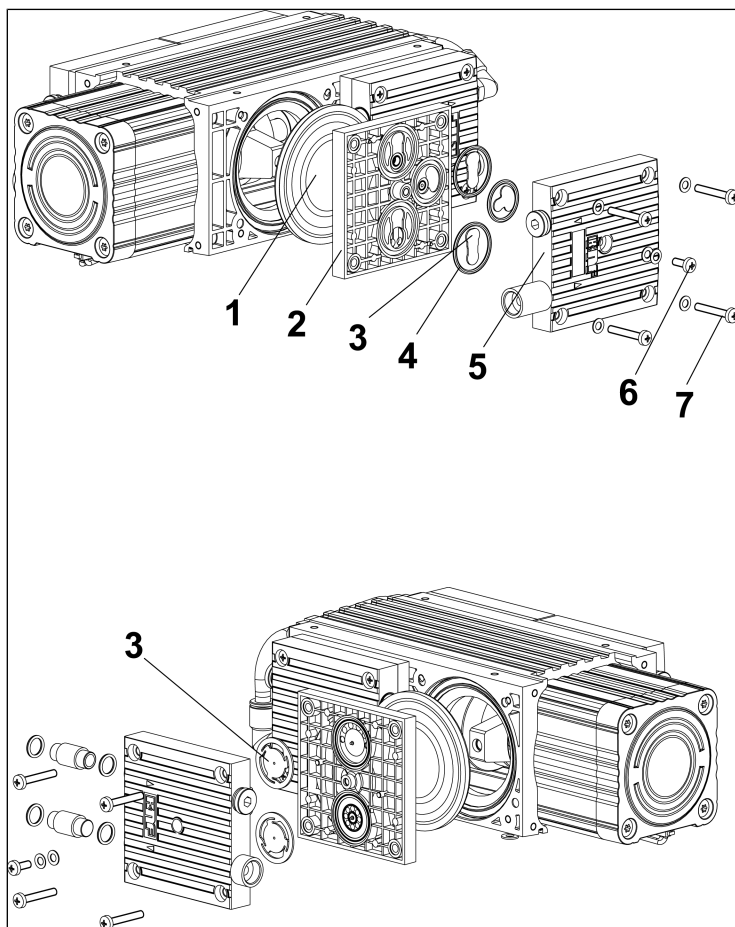

Fig.9: Dibujo detallado
\*\*Ver Fig. 9
7. Aflojar los 8 tornillos de fijación exteriores (7/Fig. 9) de los cabezales (1 y 2) y extraerlos (1 y 2).
4. Colocar los cabezales 1 y 2 en la carcasa de la bomba y apretar fuerte los tornillos de fijación (7/ Fig. 9) de forma cruzada (par de apriete: 3,5 Nm).